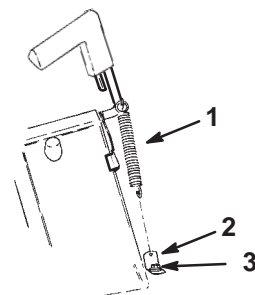
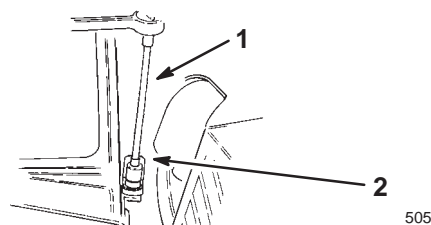

Figure 29
Figure 30
5. Fixez la patte du ressort et l'éjecteur sur la tondeuse à l'aide du boulon avant gauche (Fig. 29). Vous aurez peut-être besoin d'une rallonge de clé à douille (Fig. 30).
6. Accrochez l'extrémité du ressort dans le petit trou de la patte (Fig. 29).